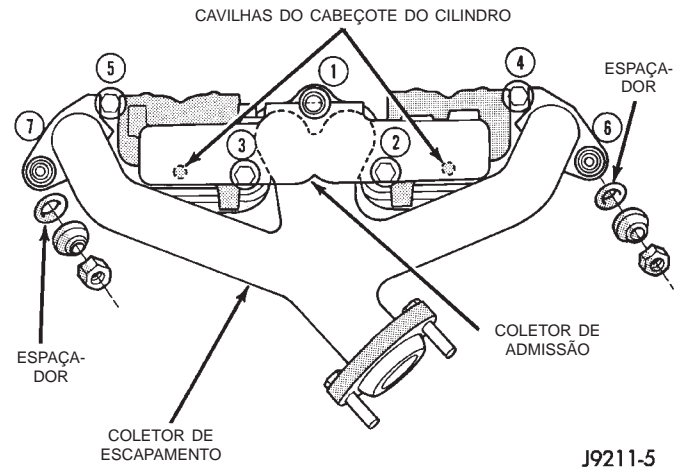

Fig. 30 Remoção/Instalação do Coletor de Admissão/Escapamento — Motor 2.5L
(12) Remova o chicote de vácuo moldado.
(13) Desconecte a mangueira do servo do freio a vácuo no coletor de admissão.
(14) Remova os parafusos de 2 a 5 que prendem o coletor de admissão ao cabeçote do cilindro (Fig. 30). Desaperte ligeiramente o parafuso N°1 e as porcas 6 e 7.
(1) Limpe as superfícies conjugadas do coletor de admissão e do cabeçote do cilindro. **NÃO deixe que material estranho entre no coletor de admissão ou nos orifícios do cabeçote do cilindro.**
(2) Instale a gaxeta nova do coletor de admissão nas cavilhas de localização.
(3) Posicione o coletor no lugar e aperte com os dedos os parafusos de montagem.
(4) Aperte os prendedores na seqüência a seguir e com o torque especificado (Fig. 30).
(5) Conecte o tubo de alimentação de combustível à entrada do trilho de combustível. Pressione o tubo até que um “clique” seja ouvido. **Antes de conectar a linha do combustível ao trilho de combustível, substitua os anéis em O no acoplamento da linha de combustível de conexão rápida.**
(6) Puxe o tubo de alimentação de combustível para garantir que esteja travado no lugar.
(7) Conecte as mangueiras de vácuo moldadas ao orifício de vácuo no coletor de admissão e na tampa do cabeçote do cilindro.
(8) Ligue os conectores elétricos.
- (1) Desconecte o cabo negativo da bateria.
- (2) Levante o veículo.
- (3) Desconecte o cano de escapamento do coletor de escapamento do motor.
- (4) Abaixe o veículo.
- (5) Remova o coletor de admissão (consulte o procedimento nesta seção)
- (6) Remova os prendedores 2 a 5 e remova o coletor de admissão (Fig. 30).
- (7) Remova os prendedores 1, 6 e 7 e remova o coletor de escapamento do motor (Fig. 30).
(1) Limpe os coletores de admissão e de escapamento do motor e as superfícies conjugadas do cabeçote do cilindro. **NÃO deixe que material estranho entre no coletor de admissão ou nos orifícios do cabeçote do cilindro.**
(2) Instale uma nova gaxeta do coletor de admissão sobre as cavilhas de alinhamento no cabeçote do cilindro.
(3) Instale o conjunto do coletor de escapamento do motor. **O coletor de escapamento deve estar centralizado nas extremidades dos prisioneiros e no espaçador (Fig. 30).**
(4) Aperte o parafuso N°1 com um torque de 41 N·m (30 pés-lb) (Fig. 30).
(5) Instale o coletor de admissão nas cavilhas do cabeçote do cilindro (Fig. 30).
(6) Instale os parafusos de 2 a 5 (Fig. 30). Aperte-os com um torque de 31 N·m (23 pés-lb).
(7) Instale os novos espaçadores do coletor de escapamento do motor nos prisioneiros de montagem do coletor de escapamento do motor no cabeçote do cilindro (Fig. 30).
(8) Aperte as porcas 6 e 7 com um torque de 31 N·m (23 pés-lb). (Fig. 30).
(9) Instale todos os componentes no coletor de admissão.
(10) Levante o veículo.
(11) Conecte o cano de escapamento ao coletor de escapamento do motor. Aperte os parafusos com um torque de 31 N·m (23 pés-lb).
(12) Abaixe o veículo.